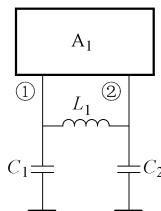

图 16-22 外接振荡元件引脚电路之九
9) 电路之九。如图 16-22 所示是外接振荡元件引脚电路之九。这是一种采用  $LC$  元件构成的电路。电路中，电感  $L_1$ 、电容  $C_1$ 、 $C_2$  和集成电路  $A_1$  的①脚、②脚内电路一起构成振荡器电路。